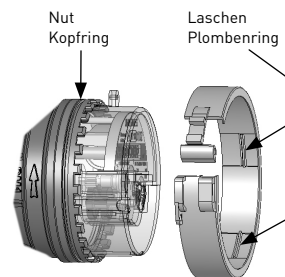

Bild 11 (Montage Plombierens)
- Bei der Montage darauf achten, dass die Laschen des Plombierens in die Nut des Kopfrings eingelegt sind (Bild 11).